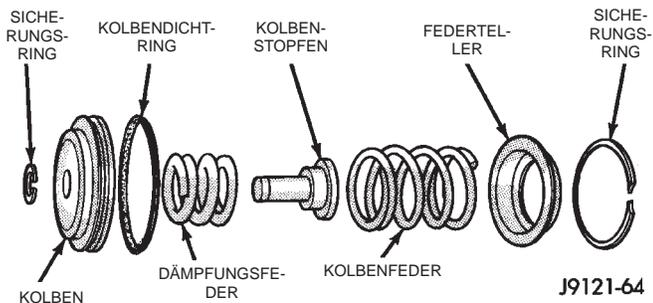

Abb. 117 Hinteres Servoelement—Bauteile
(1) Kleinen Sicherungsring ausbauen. Stopfen und Feder vom Kolben des Servoelements abnehmen (Abb. 117).
(2) Dichtring des Servokolbens abnehmen und zum Altmaterial/Schrott geben.